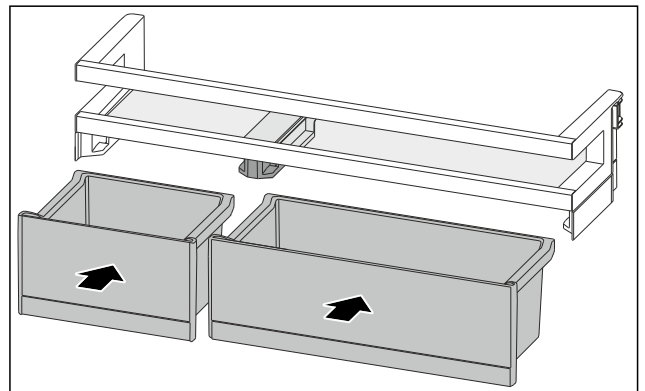

Fig. 95
- ▶ Поставете кутиите VarioBox в разменено разположение. (виж Fig. 95)